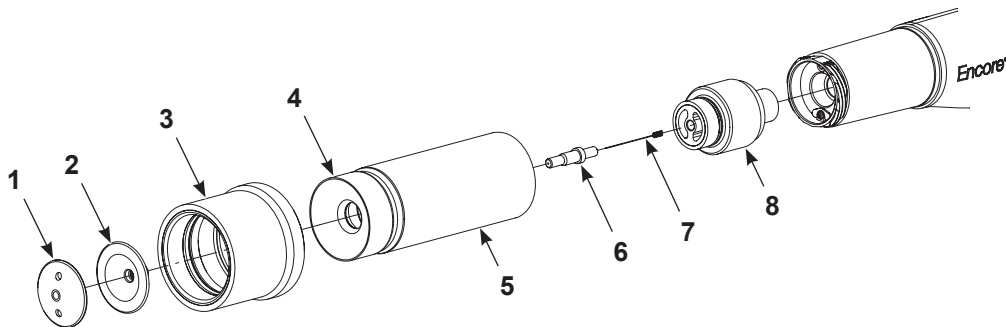

Figure 8 Nettoyage d'une buse conique
1. Voir la Figure 8. Retenir le déflecteur (2) avec le doigt tout en dévissant son capuchon (1). Retirer avec douceur le déflecteur (2) du porte-électrode conique (6).
2. Dévisser l'écrou de la buse (5) dans le sens inverse des aiguilles d'une montre et le retirer du pulvérisation pistolet en même temps que la buse conique (4) et le manchon de profil (3).
5. Examiner le porte-électrode (6). Si le porte-électrode est usé ou endommagé, le dévisser du support d'électrode (8), puis retirer l'électrode (7). Installer l'électrode dans le nouveau porte-électrode, puis visser ce dernier dans le support d'électrode. Installer le support d'électrode (6, 7 et 8) dans le pistolet de pulvérisation.